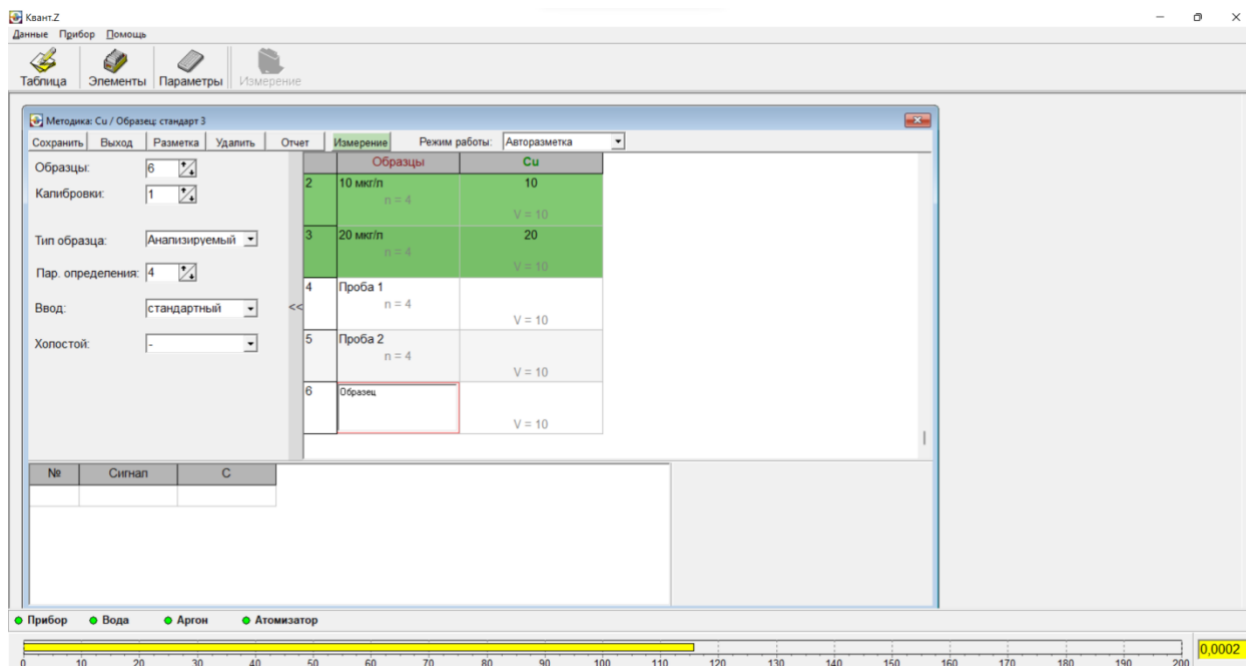

Рис. 38П – Ввод названий анализируемых образцов и числа параллельных
- 3.7.20** Введите названия анализируемых образцов и число параллельных определений. Для этого произведите двойной щелчок по названию «Образец №». Ячейка станет белой, название «Образец №» окрасится в синий цвет и название станет активным для редактирования. Задайте число параллельных определений в строке «Пар. определения» в левой части окна (рис. 38П)